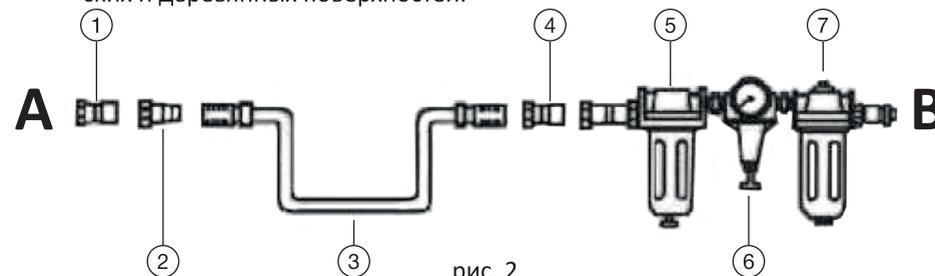

рис. 2
- Шлифмашинка должна подсоединяться к системе подачи сжатого воздуха, состоящей из компонентов, указанных на рис.2